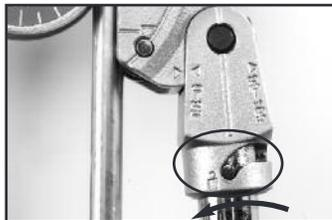

Abbildung 12 – ENTRIEGELN
1. Wenn die "0" Linie auf dem Gleitstück die 90° Markierung auf dem Segment erreicht, drehen Sie den Biegegriff so, dass der Stift sich in die Position "entriegelt" bewegt (Abbildung 12).